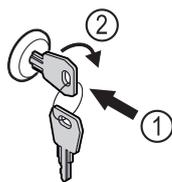

Fig. 87
- ▶ Introducir la llave Fig. 87 (1).
- ▶ Girar la llave 90° en sentido horario Fig. 87 (2).